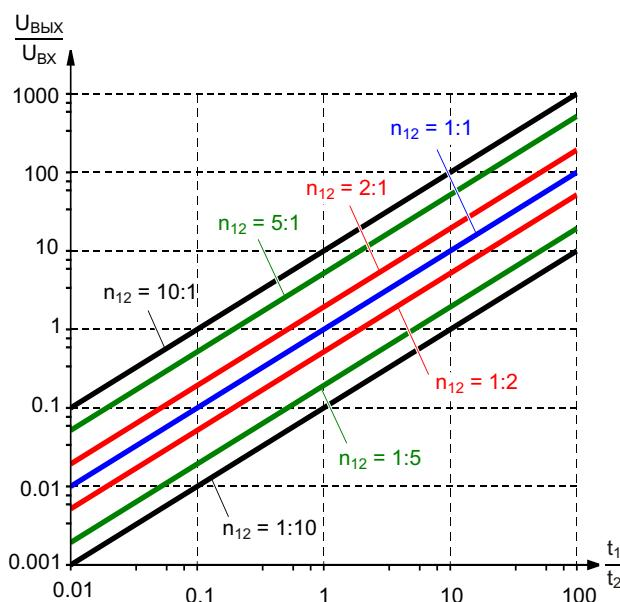

Рисунок 5. Регулировочные характеристики обратноходового преобразователя при различных коэффициентах трансформации дросселя.
Рассмотрим графики зависимостей $U_{\text{вых}}/U_{\text{вх}}$ от соотношения t_1/t_2 (Рисунок 5), построенные по формуле (6) и являющиеся разновидностями регулировочных характеристик. Из графиков видно, что изменением коэффициента трансформации дросселя можно сместить регулировочную характеристику по вертикали, а значит, и обеспечить необходимое соотношение t_1/t_2 при заданном $U_{\text{вых}}/U_{\text{вх}}$.